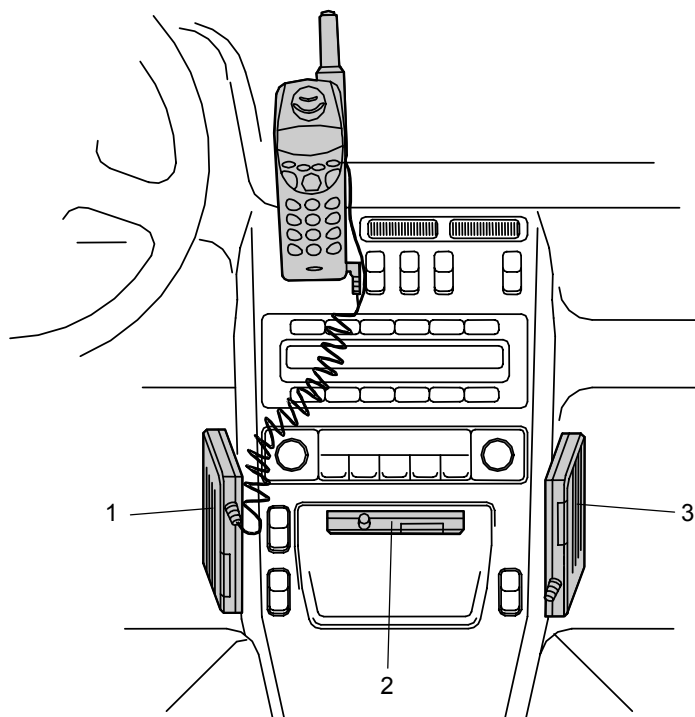

Рис. 2
Оптимальные варианты размещения блока ART-300M в салоне автомобиля показаны на рис. 2 (см. поз. 1, 2, 3).
- Смонтируйте **magnetic holder** согласно прилагаемой к нему инструкции (на корпус радиотрубки SN-H258 Plus приклейте металлическую пластину; магнитное основание укрепите в удобном месте салона автомобиля; в качестве примера смотрите рис. 2).